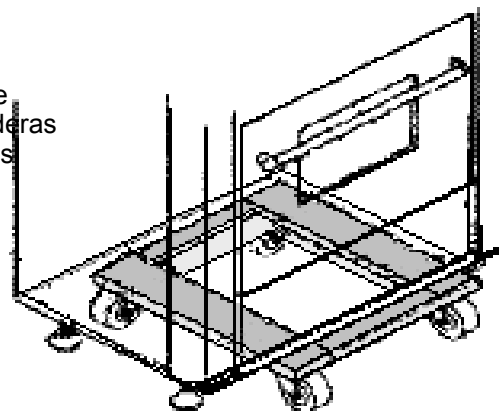

Figura 7: Posicionamiento de la Plataforma de Ruedas
- Debido al peso de la estufa, se debe usar una plataforma de ruedas suaves o un ascensor hidráulico para transportar este aparato. Se debe repartir el peso uniformemente en la plataforma (vea la *Figura 7*).